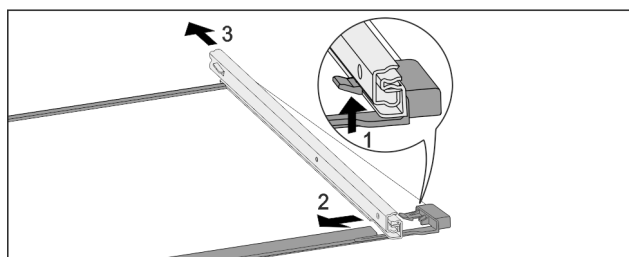

Fig. 133 Ripiano in vetro con guide
- ▶ Premere il gancio di fermo anteriore verso l'alto. Fig. 133 (1)
- ▶ Far scorrere la guida estraibile di lato Fig. 133 (2) e verso il lato posteriore Fig. 133 (3).